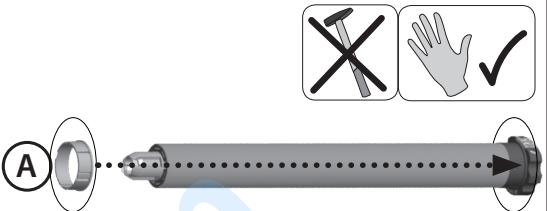
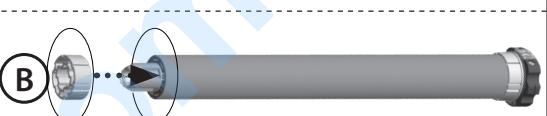

Fig. 1.2
Fig. 1.3
- Applicare gli adattatori sul motoriduttore distinguendo la corona finecorsa (Fig.1A) dalla puleggia motrice (Fig. 1.2 B).
- La piastra di sostegno del motoriduttore (C) va fissata all'interno del cassetto sull'armatura della tenda in modo che il rullo avvolgitore (F) si perfettamente orizzontale ed ad un'altezza non inferiore a 1,8m.
- Infilare il motoriduttore (E) nel rullo avvolgitore (F) fino a che l'estremità dello stesso sia sulla battuta dell'anello di comando del finecorsa (Fig. 1.3).
- **[Per XQ50]** Appoggiare il perno quadro (D) del motoriduttore nella piastra di sostegno (C) e la calotta all'estremità opposta del rullo sull'apposito supporto.